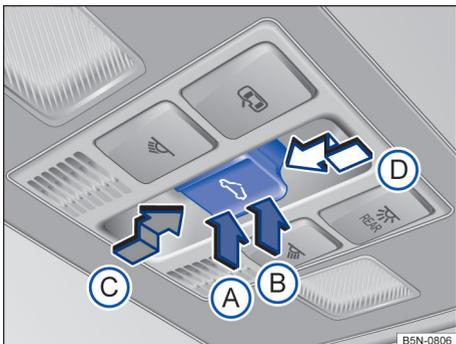

Fig. 73 No revestimento do teto: interruptor para levantamento, abertura ou fechamento do teto de vidro.
- *Ajustar a posição intermediária:* pressionar o botão pela área → Fig. 73 (B) até o primeiro estágio. Função automática: pressionar o botão pela área (B) até o segundo estágio.
- *Fecher totalmente o teto solar:* (A) Girar o interruptor para a posição desejada. Função automática: pressionar o botão pela área (A) até o segundo estágio.
- *Abrir totalmente o teto solar:* (C) Girar o interruptor para a posição desejada e segurá-lo até que a posição desejada seja alcançada. Colocar o teto solar na posição de conforto: (C) Girar o interruptor para a posição desejada.
- *Fecher totalmente o teto solar:* (D) Girar o interruptor para a posição desejada e segurá-lo até que a posição desejada seja alcançada. Função automática: pressionar o botão pela área (D) até o segundo estágio.
- *Parar o curso automático:* (C) ou (D) Pressionar ou puxar novamente o interruptor brevemente..